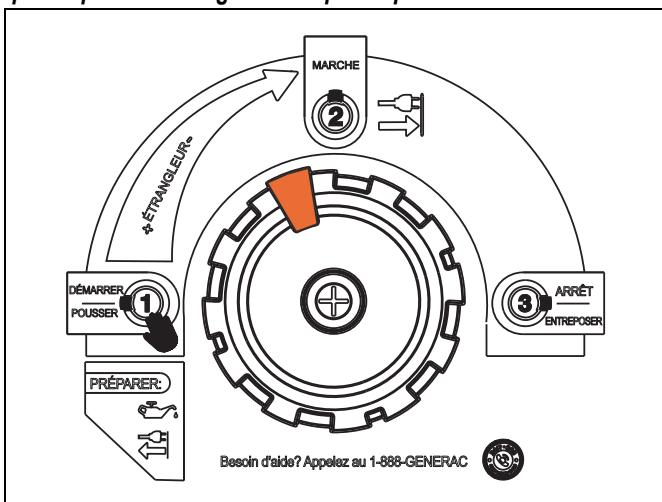

Figure 3-5. PowerDial en position redémarrage à chaud
1. Voir la figure 3-5. Pour redémarrer un générateur chaud, tournez le PowerDial dans le sens contraire des aiguilles d'une montre, un peu au-delà de la position MARCHE (RUN), à partir de la position ARRÊT (STOP). Cette procédure a pour effet de rouvrir le robinet de carburant et de permettre le démarrage électrique ou à lanceur à rappel.